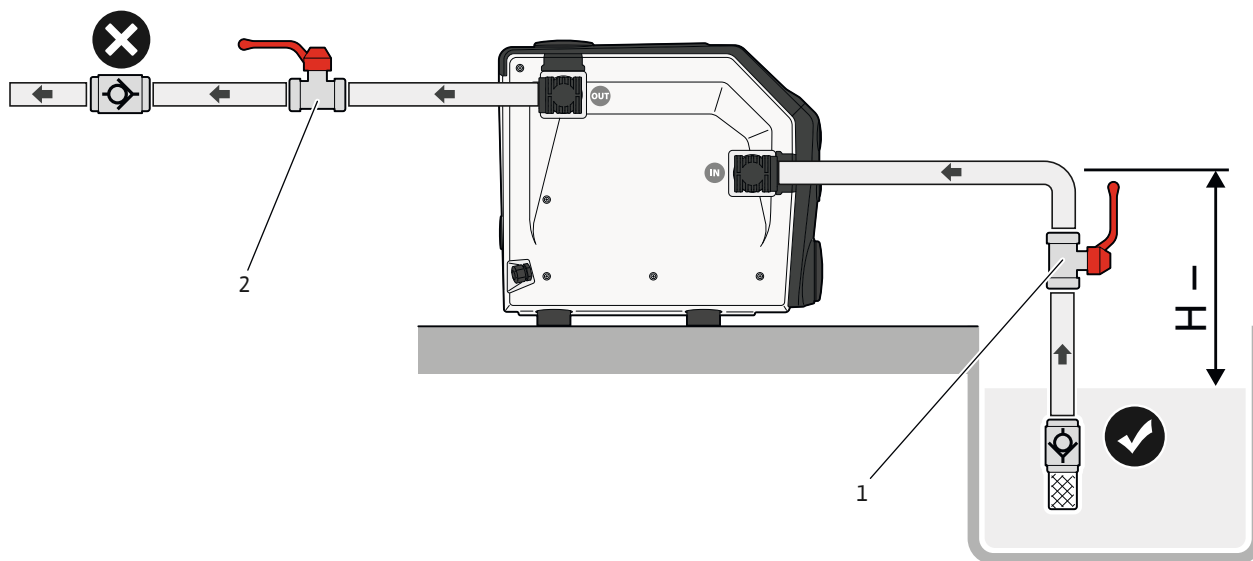

Fig. 7: Tryb ssania
1. Podłączyć zawór odcinający (Fig. 7 – poz. 1, 2) po stronie ssawnej i ciśnieniowej.